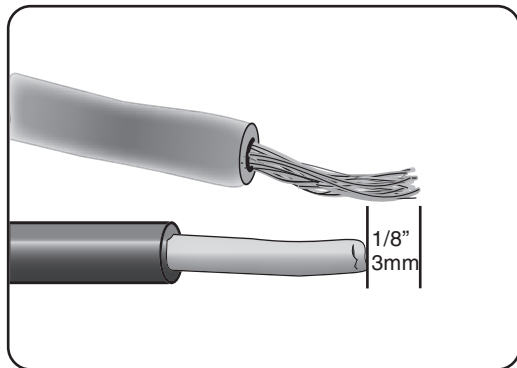

Ilustración 28
- Extienda los cables de conductores trenzados en la lavadora que miden 1/8" (3 mm) fuera del cable de alimentación eléctrica con conductores sólidos (o enterizos), como muestra la **Ilustración 28**.